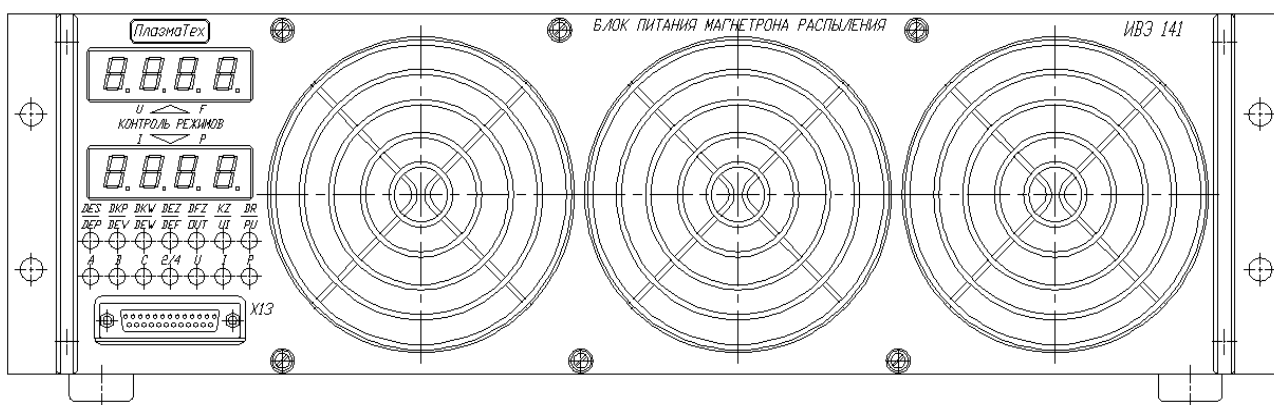
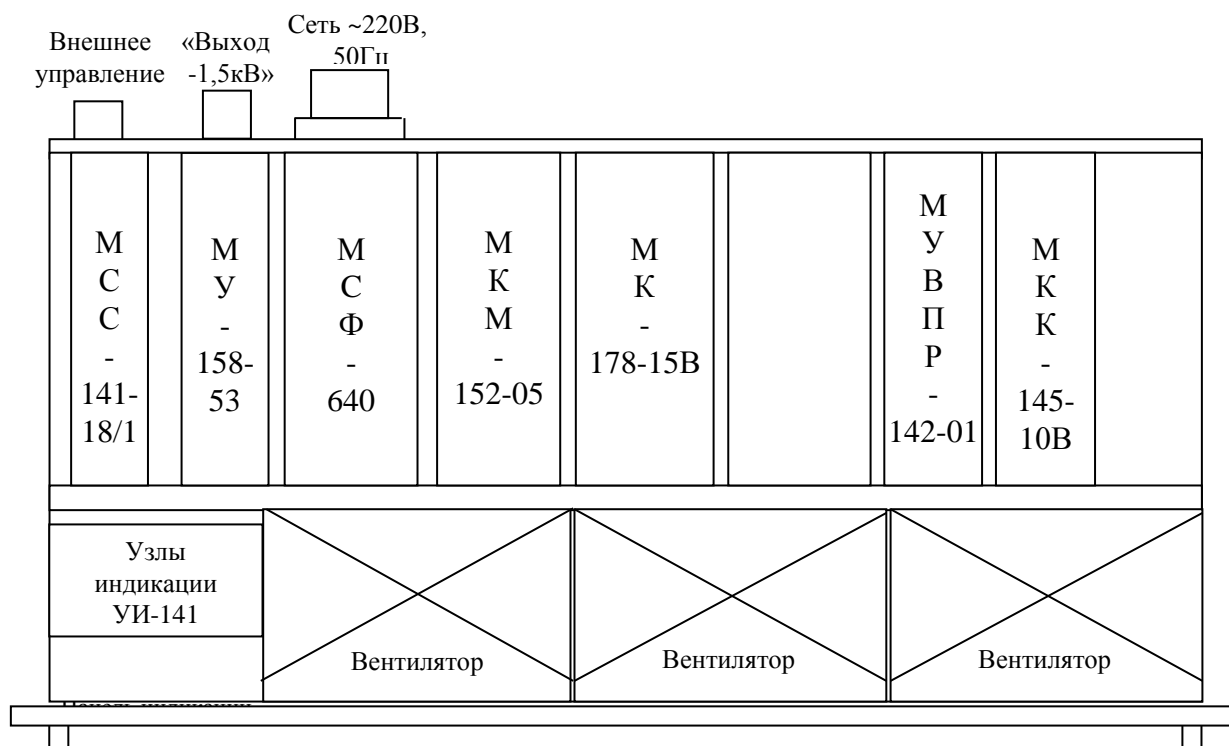

Рис.1. Внешний вид блока «ИВЭ-241S» без «КУ».
Рис.3. Расположение модулей в блоке «ИВЭ-241S»
Блок выполнен в конструктиве «Евромеханика», высотой 3U (см. рис.1, 2). На основании закреплена кросс-плата, которая осуществляет коммутацию сигналов между модулями посредством установленных на ней «SLOT»-разъёмов. Это обеспечивает быстрый съём и установку модулей в блок. Расположение модулей в блоке показано на рис.3.
7.1. Перед началом работы внимательно изучите настоящее техническое описание (ТО) и ознакомьтесь с назначением и расположением органов управления и индикации на самом блоке и на «КУ», пользуясь вышеприведёнными рис.1,2 или самим изделием, а также нижеприведённой расшифровкой их названий.